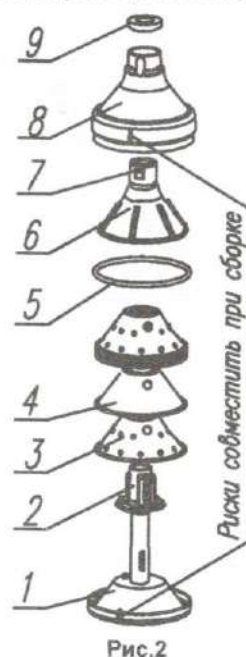

Рис.2
- устанавливать барабан на вал электродвигателя и приводить его во вращение с не завернутой до конца гайкой поз.9 рис.2;
Барабан сепаратора (рис.2) состоит из основания 1, кольца уплотнительного 5, фиксатора 2, тарелок 3 и 4 (11 тарелок), тарелки верхней 6 с регулировочным винтом (жиклёром) 7, крышки барабана 8 и гайки 9.
6.2 Барабан разобрать, детали его промыть в горячем 2% содовом растворе, ополоснуть теплой водой, просушить и собрать в следующей последовательности (см. рис.2):
ВНИМАНИЕ! Риски (см. рис. 2) на крышке барабана 8 и основании 1 должны быть совмещены, с целью исключения дисбаланса барабана.